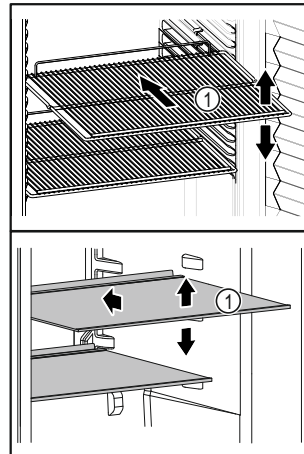

Fig. 34 Примерное изображение
- ❑ Если полки для хранения Fig. 34 (1) можно переставлять, отрегулируйте высоту их установки.